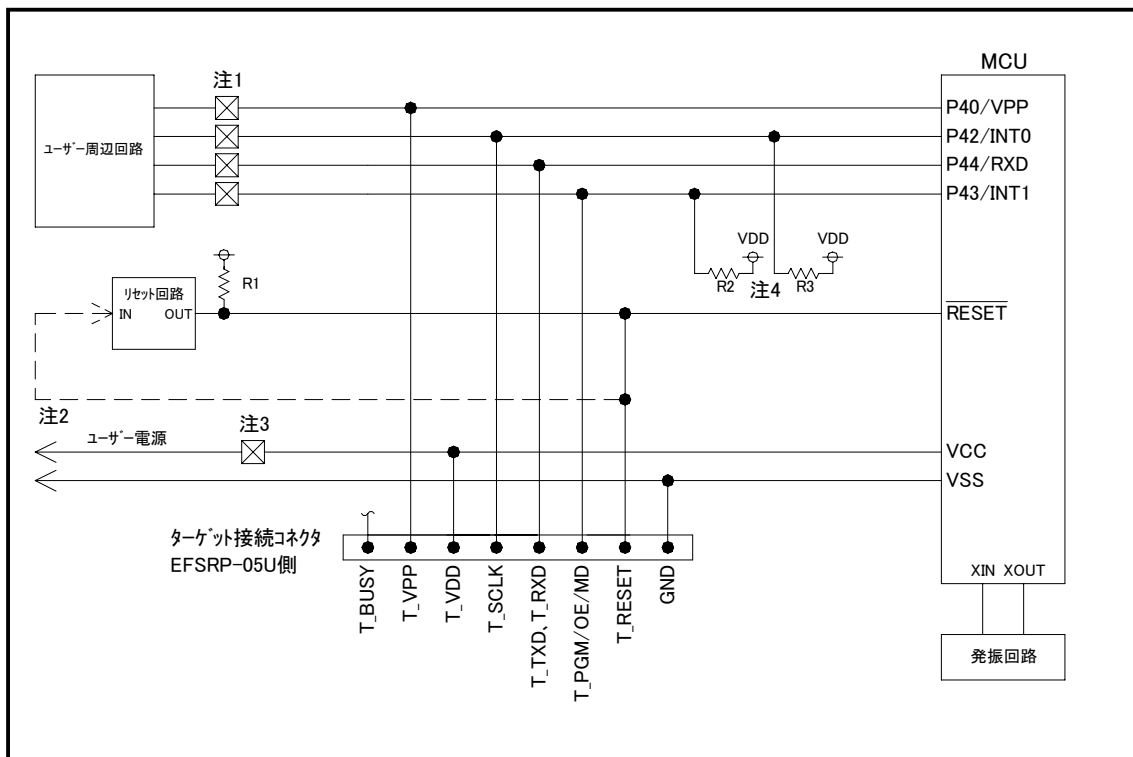

図 3 . 1 ターゲットMCU周辺回路例
(1) 3 8 2 3 グループ使用時のターゲットMCU周辺回路例を図 3 . 1 に示します。